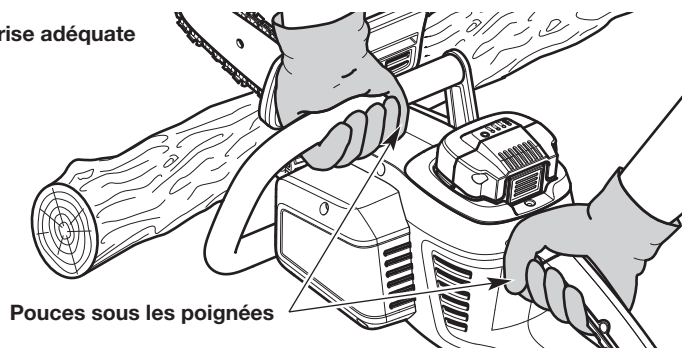
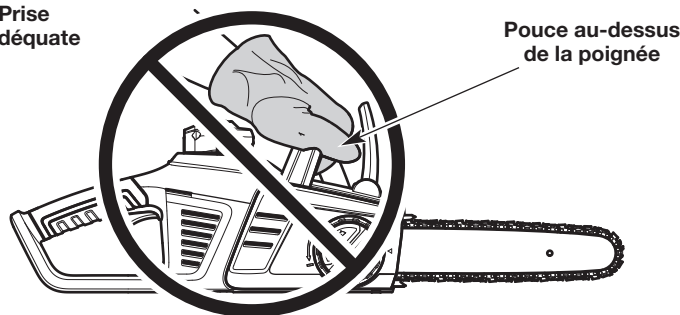

Fig. 18
Fig. 19
- Encercliez fermement les poignées du pouce et des doigts (Fig. 18). Cela permettra de réduire le risque de perte de contrôle de l'appareil en cas de rebond. Toute prise avec les pouces et les doigts du même côté des poignées est DANGEREUSE (Fig. 19).